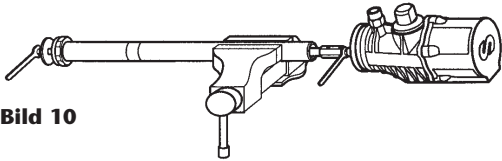

Bild 10
- Mit einem Schraub Schlüssel die Mutter am unteren Teil des Luftkolbens lösen und die Beilagscheibe entfernen (Bild 10).